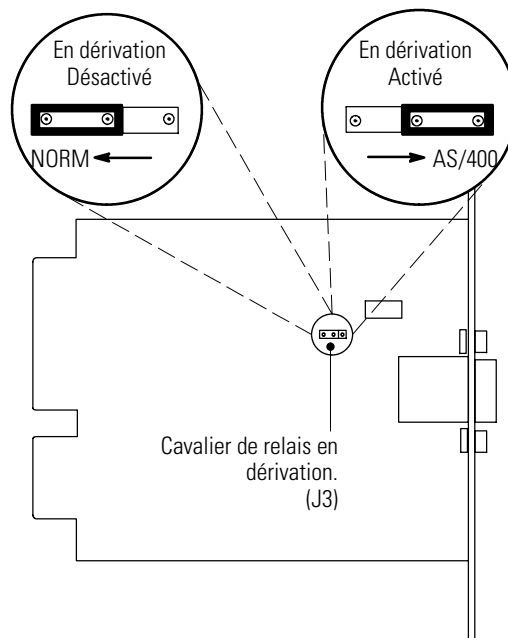

Figure 22. Contact de relais en dérivation.
- Déplacez le cavalier J3 en position AS/400 pour activer le relais en dérivation comme illustré dans Figure 22.